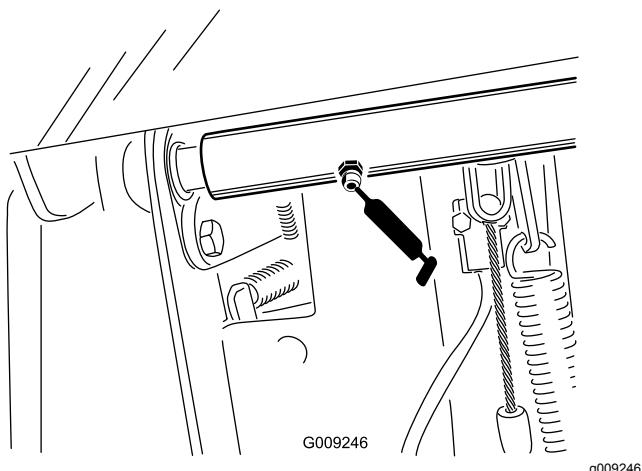

Bild 58
- Zwei Bremspedal-Drehzapfen der Wellenlager (Bild 58)